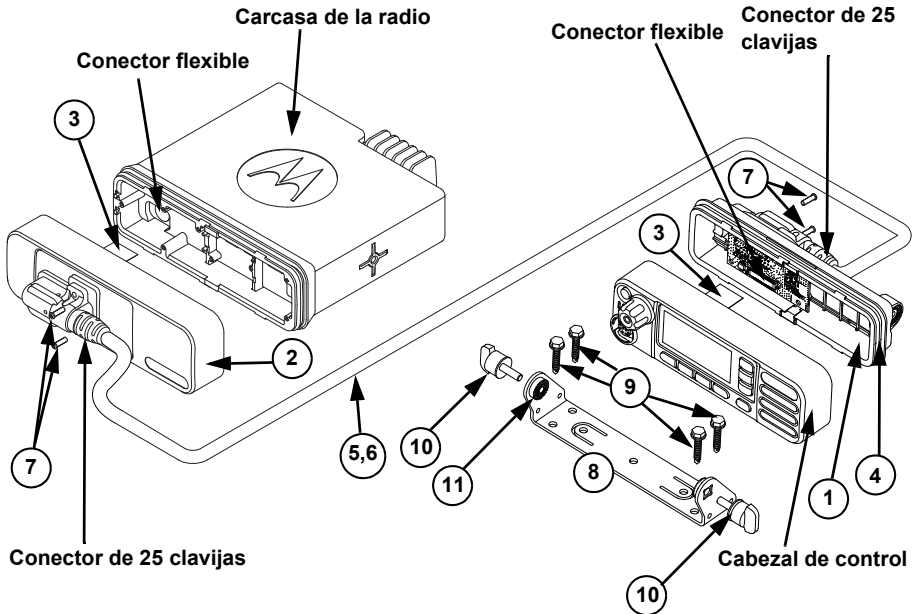

Figura 3. Montaje del cabezal de control remoto y del soporte
1. Compruebe que el cable del circuito flexible encaja por completo en el conector de la carcasa del cabezal de control. (Consulte la Figura 3).
2. Introduzca el cable flexible en el conector flexible del módulo de interfaz del cabezal de control remoto, asegurándose de que encaja bien. (Consulte la Figura 3).
1. Compruebe que el cable flexible está perfectamente acoplado en el conector del módulo de la interfaz de la radio remota. (Consulte la Figura 3).
2. Introduzca el cable flexible en el conector flexible de la carcasa de la radio, asegurándose de que encaja por completo en su sitio. (Consulte la Figura 3).